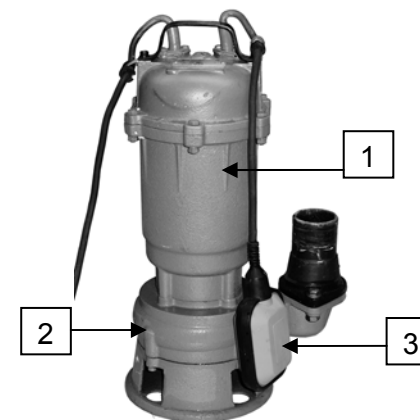

Рис.2. Внешний вид насоса.
Внешний вид насоса показан на рисунке 2. Насосы состоят из следующих основных узлов (рис.2): электродвигателя (1), центробежного насоса (2). Корпус насоса, корпус электродвигателя и рабочее колесо насоса выполнены из чугуна. В нижней части насоса расположены заборные отверстия. Над заборными отверстиями размещен режущий нож, предназначенный для измельчения твердых включений и вращающийся по поверхности пластины с отверстиями синхронно с рабочим колесом насоса.